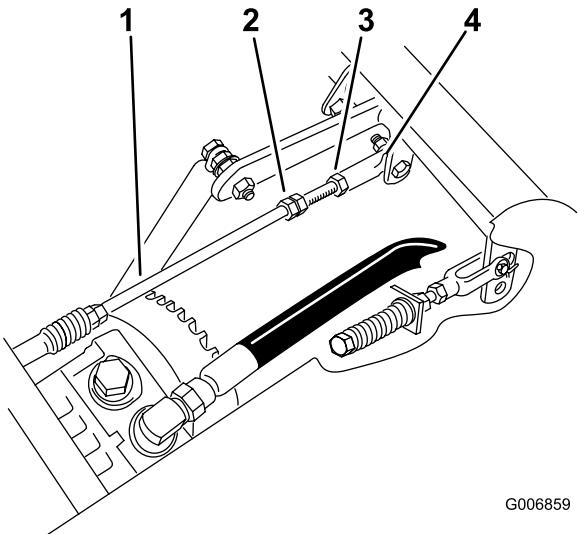

Figure 43
4. Desserrez le contre-écrou sur la rotule de la tige de commande droite de la pompe (Figure 43).
5. Serrez le contre-écrou sur la rotule et vérifiez la direction (Figure 43).